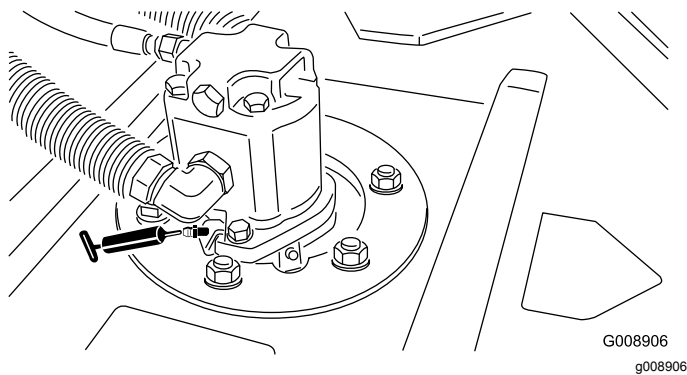

図 42
- カuttingユニットのスピンドルシャフトのベアリングユニットあたり2ヶ所 図 42